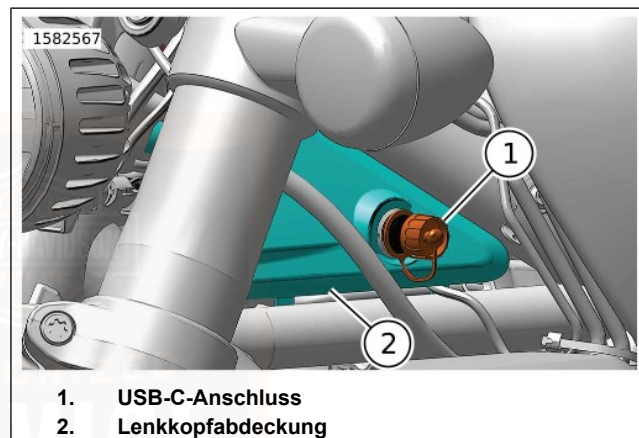

Abbildung 48. USB-C-Anschluss
Siehe Abbildung 48. Das Motorrad verfügt über einen USB-C -Anschluss, um ein Telefon oder Mediengerät aufzuladen und ein Software-Update zu übertragen. Für den Anschluss dieser Geräte muss ein Schnittstellenkabel verwendet werden. Der USB-C -Anschluss wird mit Strom versorgt und ist betriebsbereit, wenn das Fahrzeug eingeschaltet ist oder sich im Nebenverbrauchermodus befindet.
Siehe Abbildung 48. Der USB-C Anschluss (1) befindet sich in der Linksseitig (LH) Lenkkopfabdeckung (2).